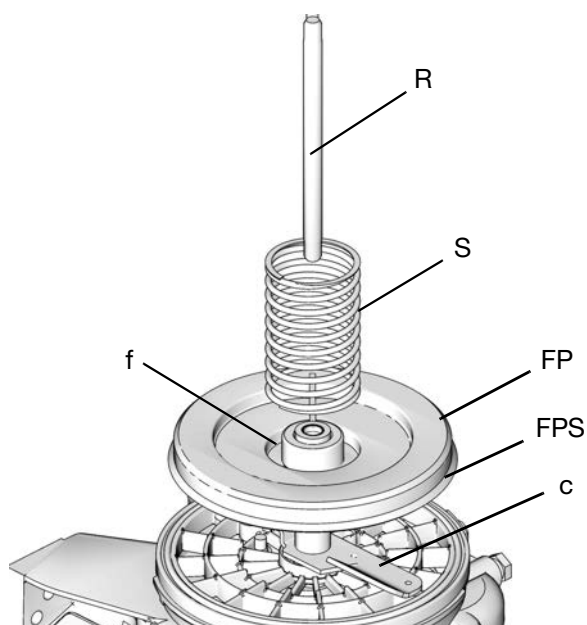

FIG. 11
2. Instale el plato seguidor (FP) en la paleta agitadora (c). Asegúrese de que el sello (FPS) apunte hacia abajo (hacia el plato aplastador) como se muestra en la FIG. 11.